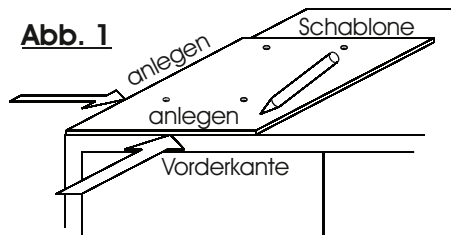

Abb. 2
3. Verschrauben Sie die Kufen mit je 4 Stück $\text{Ø}4 \times 25\text{mm}$ RW-Schrauben. Drehen Sie anschließend die Sockelschrauben in die hierfür vorgesehenen Gewindebohrungen der Kufen. (Abb. 2)